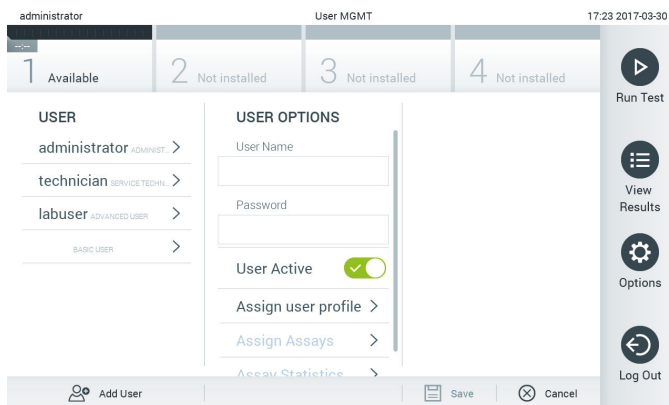

Figure 56. Ajouter un nouvel utilisateur.
1. Appuyez sur le bouton Options (Options) puis sur le bouton User Management (Gestion des utilisateurs) pour configurer les utilisateurs. L'écran User Management (Gestion des utilisateurs) s'ouvre dans la zone de contenu de l'affichage (figure 56).